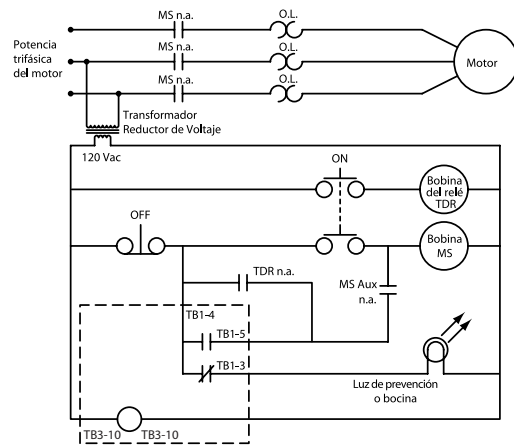

Figura 8: Ejemplo de un circuito de parada de un motor.
La figura 8 muestra un diagrama típico de alambrado del circuito de control de parada de un motor, con alarma, usando un interruptor digital de velocidad tal como el DMS.
**El circuito mostrado en la figura 8 debe ser usado sólo como referencia. Electro-Sensors no acepta ninguna responsabilidad por el uso de este circuito o de cualquier otro circuito usado con el propósito de parar un motor.**
**Cuando el equipo está parado, incluso el menor movimiento del eje donde está el disco magnético puede energizar el relé de control y arrancar el motor si el contacto auxiliar (normalmente abierto) del arrancador (MS Aux. N.O. en las figuras) no está conectado en serie (como se muestra en estos diagramas de alambrado, figura 8). Esta situación puede causar daños al equipo y AL PERSONAL. Para prevenir arrancadas accidentales del motor recuerde siempre colocar un candado en el interruptor automático del motor y rotularlo adecuadamente.**